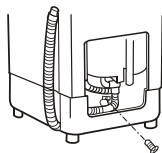

图3
3. 将排水管从底座右侧安装孔伸出，并用排水管架将排水管固定在底座上，并拧紧螺钉，然后将排水管挂钩套在排水架上，再将排水管挂在箱体安装孔上。（如图3所示）